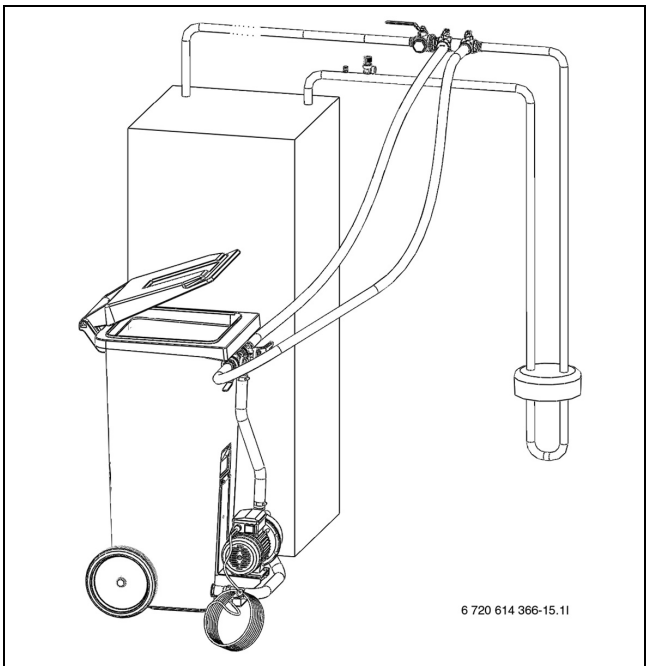

Fig. 16 Remplissage avec station de remplissage
- Raccorder deux tuyaux entre la station et le dispositif de remplissage (→ figure 16).